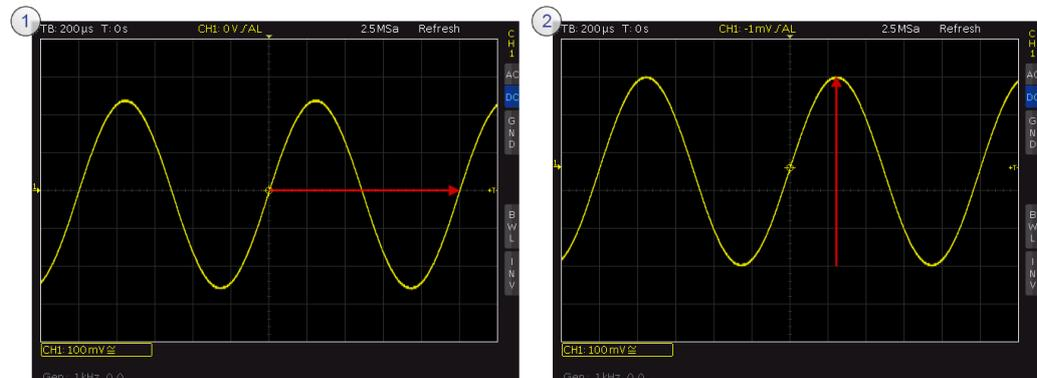

Abbildung 17: Messung der Periode und Peak-to-Peak Spannung einer Sinusfunktion
- ▶ Erzeugen Sie am Oszilloskop durch Einstellen der horizontalen und vertikalen Skalierungen sowie des Triggerschwellwertes ein stehendes, zu Abbildung 17 ① ähnliches Bild.
Durch Variation des vertikalen Offsets, kann eine Darstellung wie in Abbildung 17 ② erreicht werden, welche es ermöglicht die Amplitude des Signals exakter abzulesen.